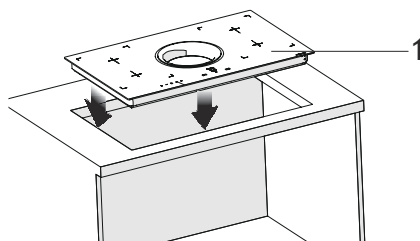

Fig. 12
- ➔ ■ Placér nu forsigtig kogepladen i hullet der er skåret ud (Fig. 12).